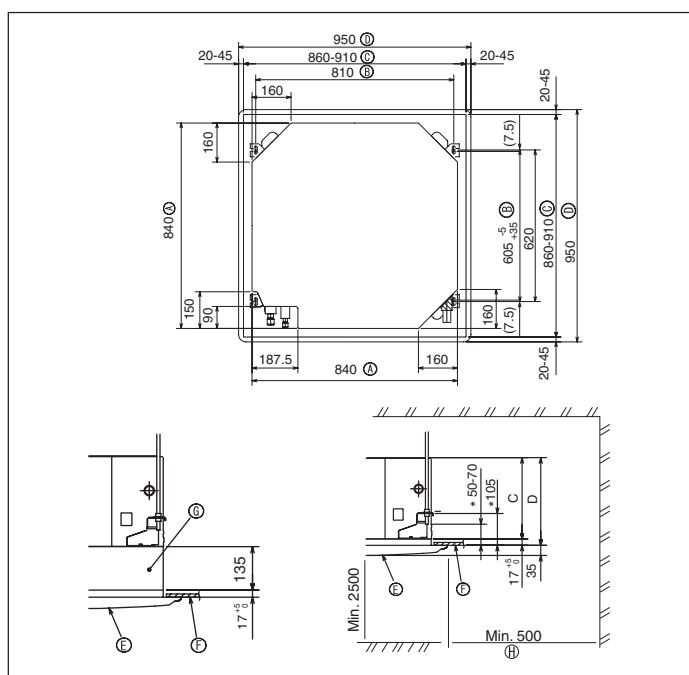

Fig. 3-2
④	Лента	8
⑤	Винт с прокладкой (M5 × 25) для установки решетки	4
⑥	Соединительная муфта для дренажа	1
⑦	Изоляция	1
⑧	Гайка раструбного стыка 1/4F(P60)	1
3.2. Расположение отверстия в потолке и навесных болтов (Fig. 3-2)
* Размер потолочного отверстия можно регулировать в пределах, указанных на Fig. 3-2, таким образом, чтобы отцентровать главный прибор в потолочном отверстии, обеспечив одинаковые зазоры по всем соответствующим противоположным сторонам.